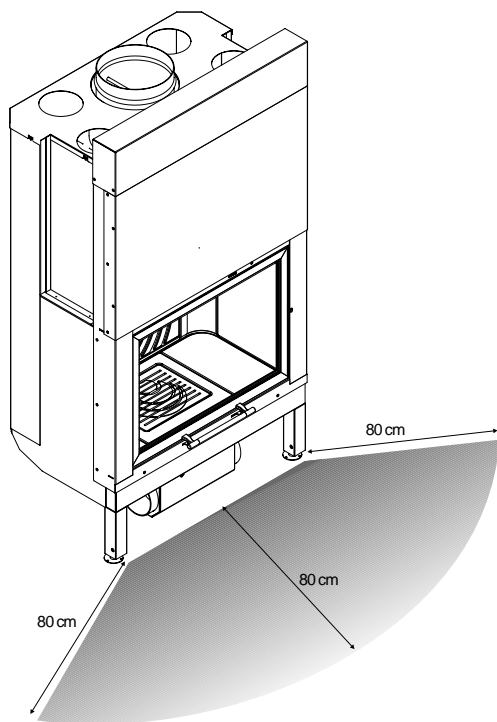

Fig. 5.1
- Tutti i materiali combustibili che si trovano nella zona di irraggiamento del calore dal vetro della porta devono essere posti ad una distanza da esso di almeno 80 cm (fig. 5.1).
- **All combustible materials in the area of heat radiated from the glass of the door must be placed at a distance of at least 80 cm (Fig. 5.1).**
- **Alle brennbaren Stoffe, die sich im Bereich der Wärmestrahlung des Türglases befinden, müssen in einem Mindestabstand von 80 cm von demselben untergebracht werden (Abb. 5.1).**